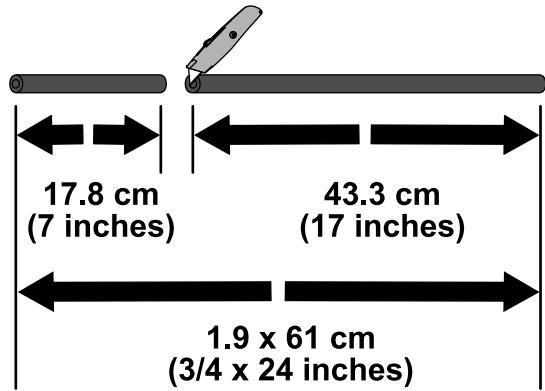

Figura 4
1. Misurate 17,8 cm dall'estremità del flessibile di 1,9 x 61 cm e contrassegnate questa posizione (Figura 4).